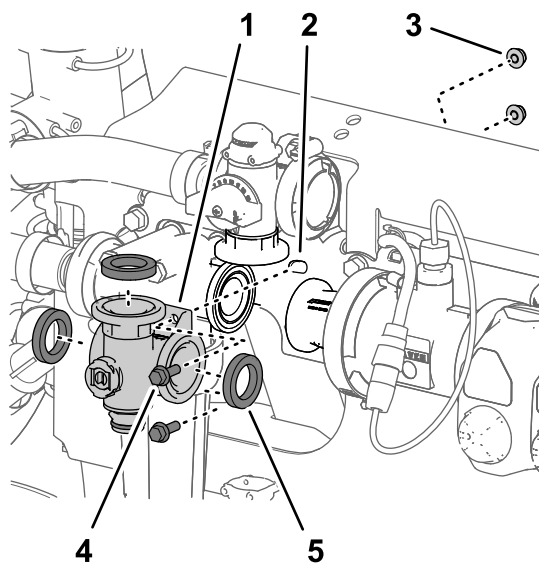

Рисунок 124
- Выверните 2 болта с фланцем ($\frac{1}{4} \times \frac{3}{4}$ дюйма) и 2 фланцевые контргайки ($\frac{1}{4}$ дюйма), с помощью которых коллектор клапана перемешивания подсоединен к опоре клапана (Рисунок 124).
- Снимите коллектор клапана перемешивания и прокладки с машины (Рисунок 124).